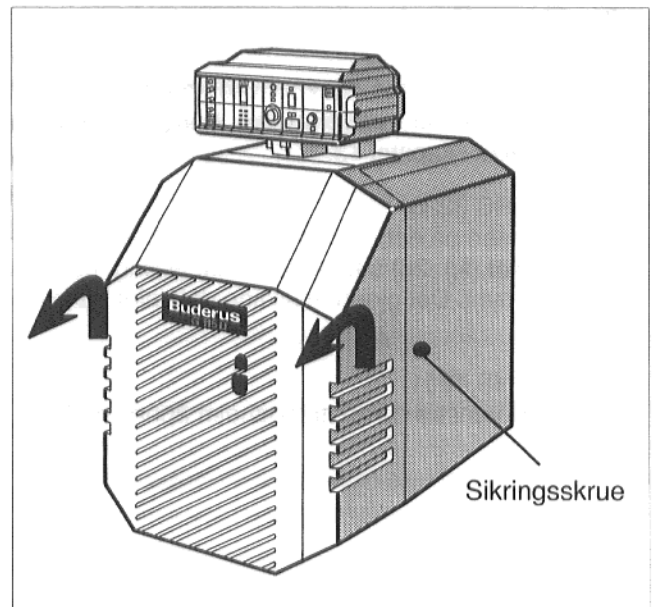

fig. 23
- Brennerdørens frontvegg hhv. brennerens toppplate løftes litt opp og tas av i forkant. På Unit-kjeler må først sikringskruene på venstre og høyre side på sideveggene skrues ut, deretter løftes brennerens toppplate litt opp og tas av i forkant (fig. 23).
- Brennerdørens frontvegg hhv. brennerens toppplate tas av slik det er beskrevet oppe (fig. 23).